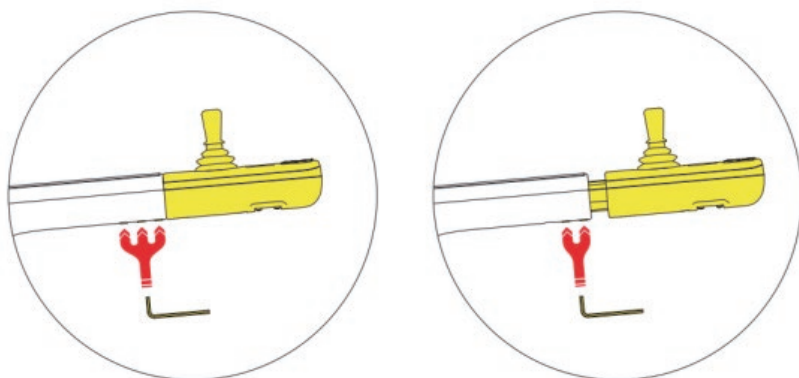

Abbildung 4.5.2
Schritt 3: verwenden Sie den Innensechskantschlüssel, um die Innensechskantschraube zu sichern. (Wie in Abbildung 4.5.2 dargestellt)